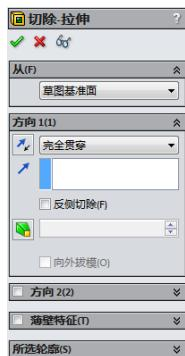

图 6-106 “切除-拉伸”属性管理器
**34** 拉伸切除实体。单击“特征”工具栏中的“拉伸切除”图标按钮 $\square$ ，此时系统弹出如图 6-106 所示的“切除-拉伸”属性管理器。在“终止条件”一栏的下拉菜单中，选择“完全贯穿”选项，注意拉伸切除的方向。单击属性管理器中的“确定”图标按钮 $\checkmark$ ，完成拉伸切除实体。